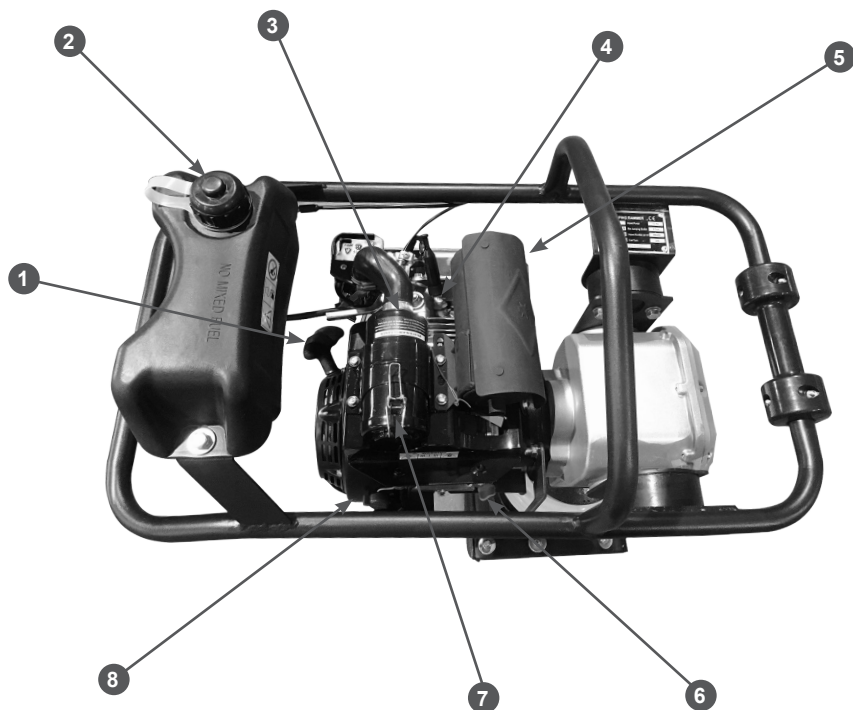

Рис. 2 Основные узлы и органы управления (вид сверху)
2. Установить топливный бак 2 (Рис.2).